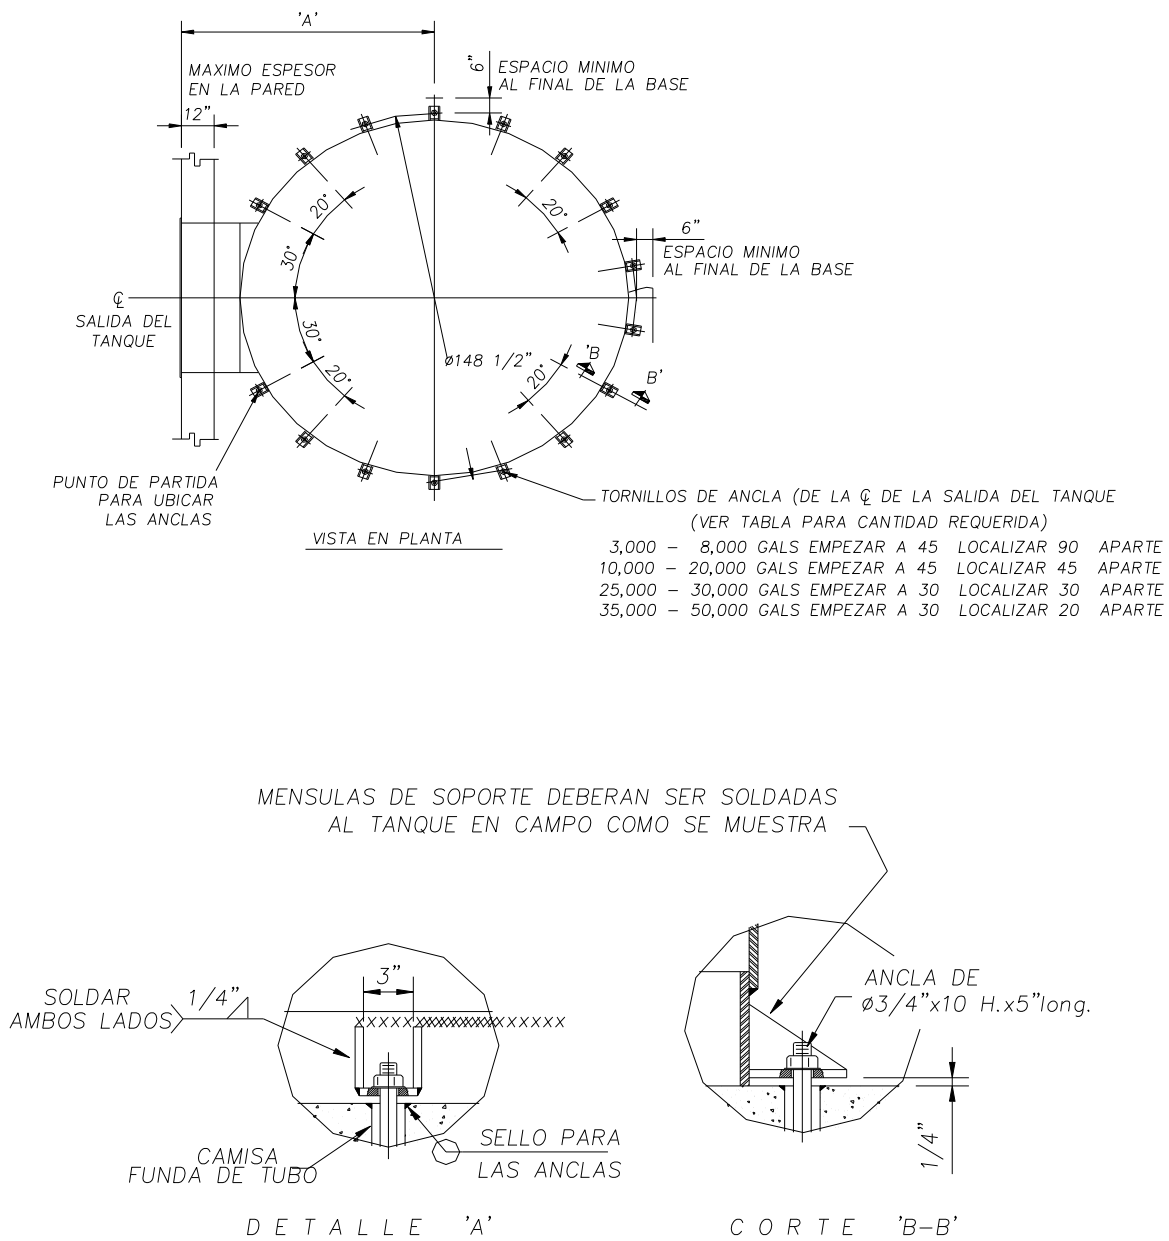

Figura 8
6. Coloque las ménsulas sobre las anclas de tal manera que exista $\frac{1}{4}$ " de claro entre la ménsula y la base. Soldar las ménsulas a la falda del tanque como se muestra en el detalle "A" de la figura 8.